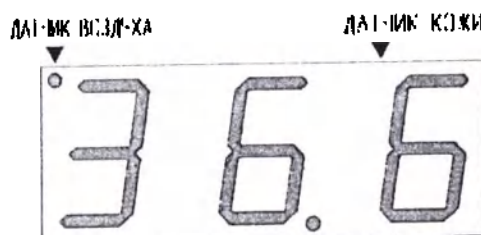

Рисунок 4
1.4.5 При нормальной работе инкубатора в режиме регулирования по температуре воздуха индикатор регулируемой температуры и индикатор датчика воздуха светят зеленым цветом (рисунок 4).